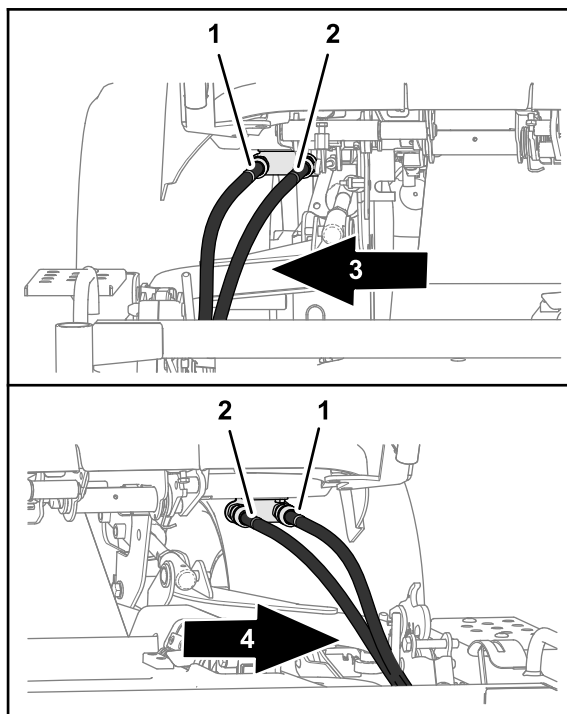

図 114
4. トラクションユニットの左右から油圧ホースを外す 図 114。
- A. 青色の識別マークがついている油圧ホースを、内側のクイックディスコネクトカップラ青色の識別マークがついているに接続する 図 114 刈り込みデッキの取り外し \(ページ 76\)を参照。
- B. 赤色の識別マークがついている油圧ホースを、外側のクイックディスコネクトカップラ赤色の識別マークがついているに接続する 図 114 刈り込みデッキの取り外し \(ページ 76\)を参照。